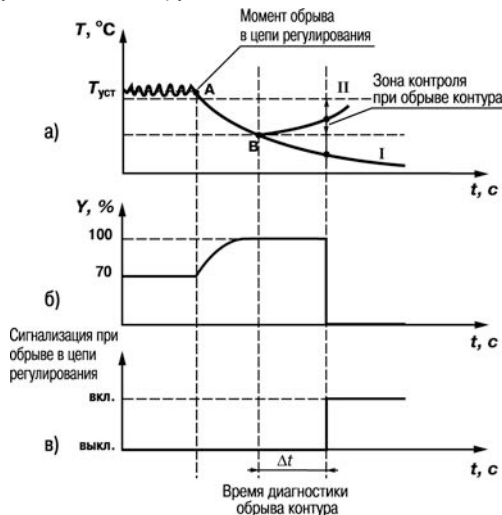

Рисунок 3.13
3.2.8.3.3. Приведем пример срабатывания устройства диагностики обрыва контура (рисунок 3.13).
В точке А нагреватель вышел из строя, и температура начинает уменьшаться (рисунок 3.13, а). Регулятор увеличивает выходной сигнал (рисунок 3.13, б), контролируя отклик системы. Поскольку температура продолжает уменьшаться, рассогласование растет, и значение Y достигает 100 %. В момент достижения $Y = 100 \%$ (точка В) прибор начинает отсчет «времени диагностики обрыва контура» Δt .
Если по истечении этого времени температура продолжает уменьшаться, сигнализация срабатывает (кривая I на рисунке 3.13, а). Если температура стала расти, но за время Δt изменение температуры не превысило «ширину зоны диагностики обрыва контура» (кривая II на рисунок 3.13, а), сигнализация также срабатывает (рисунок 3.13, в).